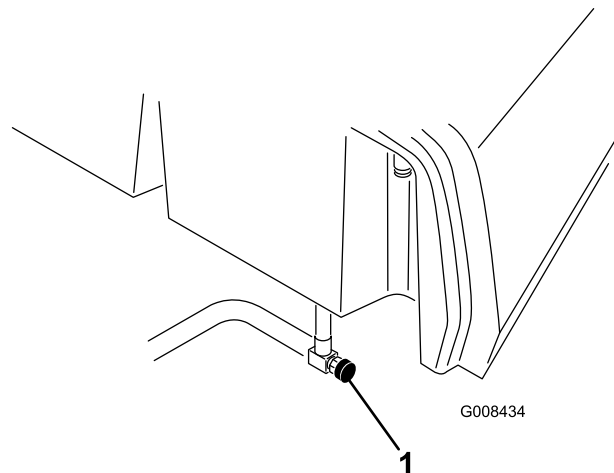

Figure 46
1. Fermez le robinet d'arrivée de carburant (Figure 46) sous le réservoir.